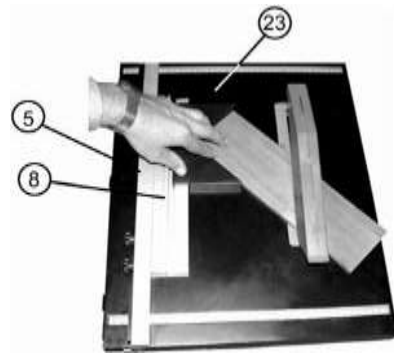

Рис. 8
10.7. Установка упора для пиления под углом 45° (Рис.8)